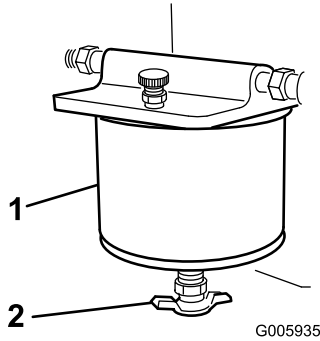

Figura 13
3. Gire la válvula de drenaje hasta que salga agua del filtro (Figura 13).